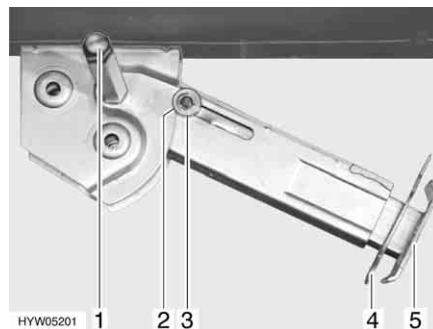

Fig. 33 Piedino di stazionamento
- Inserire la chiave a tubo nell'esagonale (Fig. 33,1) e ruotare fino a quando il piedino di stazionamento non si trova in posizione verticale verso il basso.
- Estrarre la copiglia (Fig. 33,4) dal prolungamento dell'estremità del piedino (Fig. 33,5).
- Inserire la chiave a tubo nell'esagonale (Fig. 33,1) e ruotare fino a quando il piedino di stazionamento non si stacca dal terreno.
- Spingere completamente all'interno il prolungamento dell'estremità del piedino (Fig. 33,5) e inserire la copiglia (Fig. 33,4) nel foro apposito.
- Ruotare la chiave a tubo nell'esagonale (Fig. 33,1), fino a quando il piedino di stazionamento non è sollevato verso l'alto e la guida (Fig. 33,3) è rientrata totalmente nell'intaglio (Fig. 33,2).